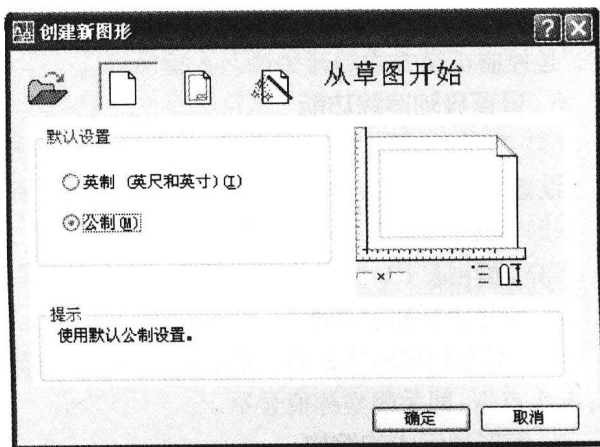

图 1-3 创建新图形
① 要使绘图区域准确显示“420 × 297”范围,必须执行 Zoom 命令。
② 执行新建命令后,如果不出现图 1-3 所示对话框,应在命令行中输入系统变量 STARTUP 将默认值“0”改为“1”。